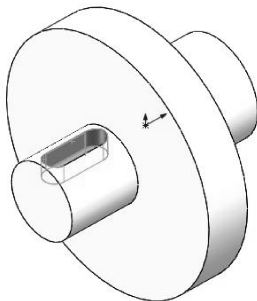

图 3-27 创建拉伸切除特征
- 单击【确定】按钮, 完成拉伸切除特征的创建, 结果如图 3-27 所示。